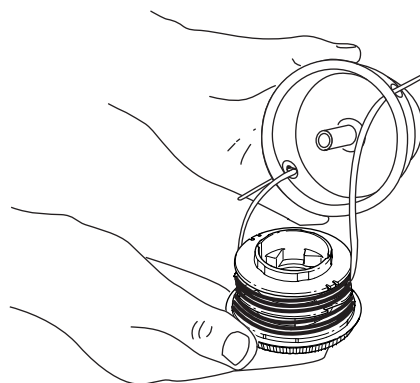

Fig. 21
- Inserte los extremos de la línea de corte del nuevo carrete interior dentro de los ojalillos de la bobina exterior (Fig. 21). Coloque el nuevo carrete interior con la flecha hacia arriba dentro de la bobina exterior.
3. Saque el carrete interior con la línea existente de la bobina exterior (Fig. 21).